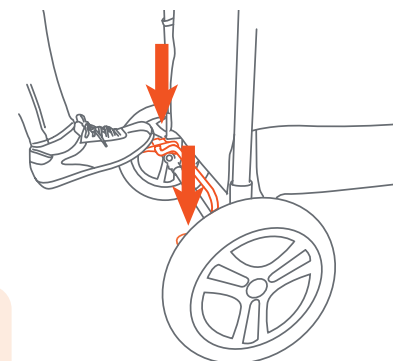

Fig. 15
- 15) • To engage brakes, apply light downward pressure to the brake levers located on each rear wheel. The stroller may require slight forward or rearward movement in order to line up the teeth on the brake with each wheel brake cluster (Fig. 15).
- Para aplicar los frenos, ejerza una ligera presión hacia abajo a la palanca del freno situada en cada rueda trasera. El vagón podría requerir un leve movimiento hacia delante o hacia atrás para alinear los dientes del freno con el piñón del freno de cada rueda (Fig. 15).